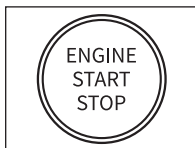

図 3.1.5
- 車両にキーレススタートシステムが装備され、エンジンを始動するスイッチが「エンジンスタートストップ」ボタンである場合（図 3.1.5 を参照）、車が「ON」モードになるまでエンジンを始動するボタンを押してください。エンジンを始動するボタンを押す同時にブレーキを踏まないでください。ブレーキを「ON」の位置に置く代わりに、車を始動させますから。